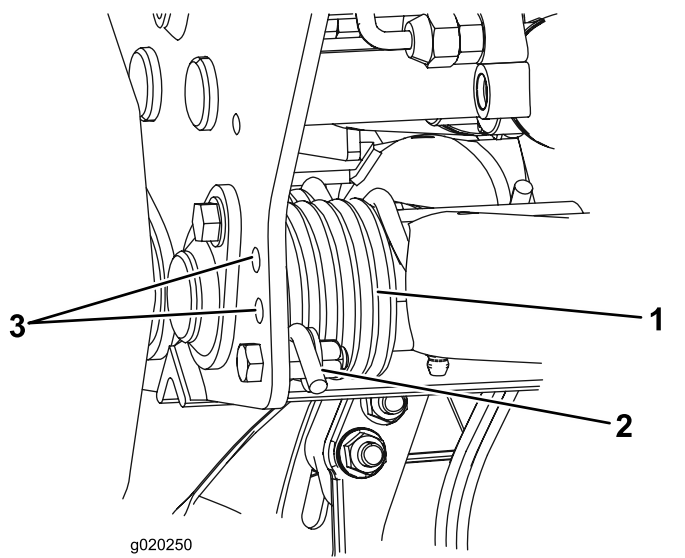

図 33
- 調整作業の最中に、スプリングのテンションが掛からないようにするため、スプリングの長い方の端にパイプなどを通してスプリングの力を殺しておく 図 33。
3. スプリングのテンションをなくしたら、スプリングアクチュエータを固定しているボルトとロックナットを外す 図 33。